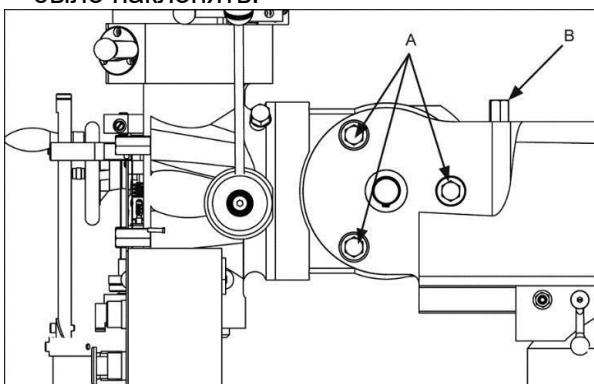

Рисунок 17 (Показан JTM-949LTS)
- a. Ослабьте три зажимных болта переходника консоли (A, Рис. 17). Достаточно ослабить болты на пол-оборота, чтобы фрезерную головку можно было наклонять.